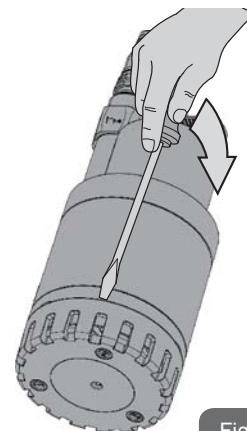

Fig. 10
- ALossa insugningsgallret genom att föra in en skruvmejsel mellan pumpens mantel och insugningsgallret och vrida på den (fig. 10).
- Lossa insugningsgallret genom att föra in en skruvmejsel mellan pumpens mantel och insugningsgallret och vrida på den (fig. 10).